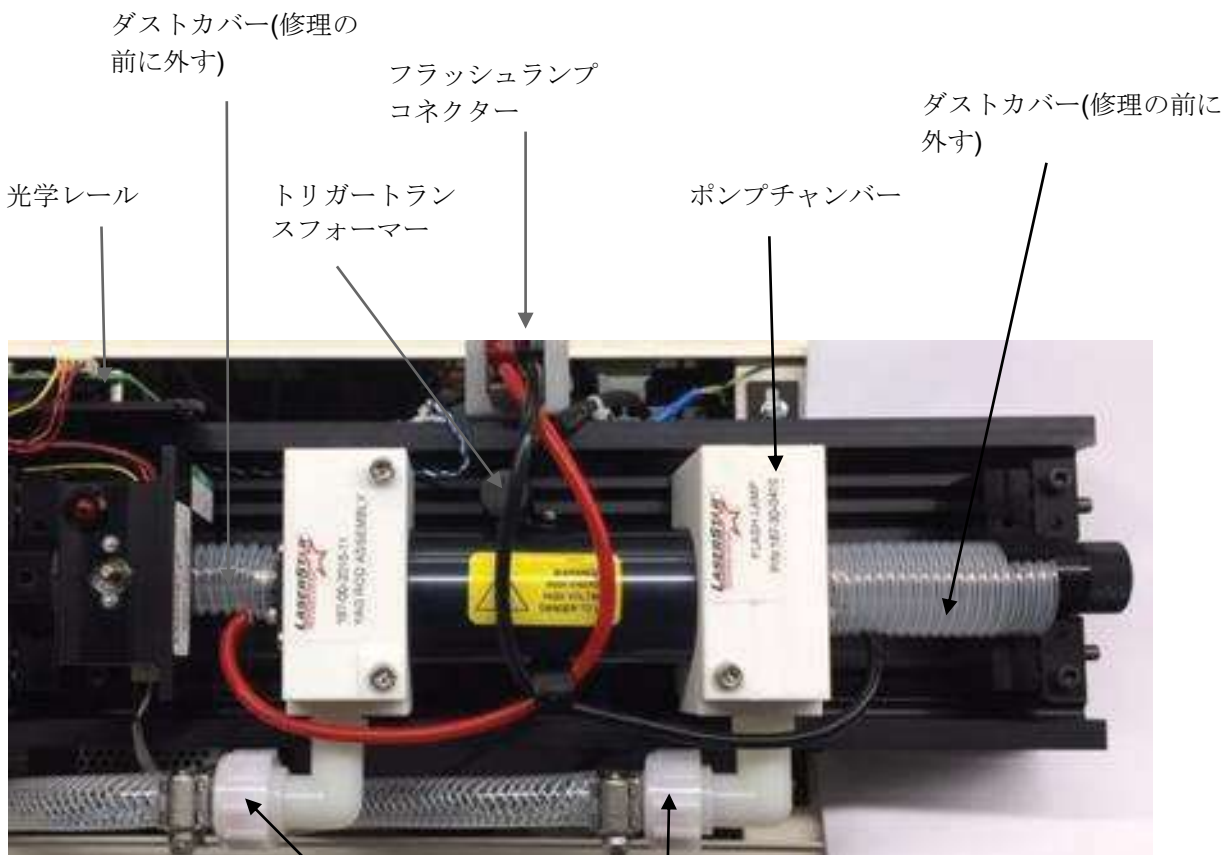

図 1
3. (図 1) に示すように、カバーの背面にあるねじを取り外して、マシンの上部カバーを取り外します。 慎重にカバーを後ろにスライドさせ、アース線 (緑と黄色のストライプ) を取り外します。
6. フラッシュランプの交換手順 (7 ~ 27) に進み、該当する図 1 ~ 21 も参照しながらフラッシュランプを交換していきます。
7. 光学レール A からダストカバーを取り外します (図 1)